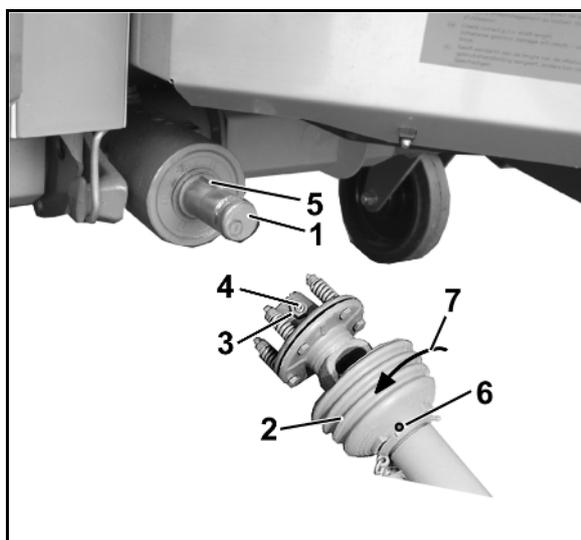

Fig. 38
2. Limpiar el árbol de entrada del engranaje (Fig. 38/1).
5. Girar el embudo de protección (Fig. 38/2) hasta la posición de montaje (Fig. 38/7).
7. Soltar la contratuerca (Fig. 38/3) de la brida de conexión del embrague de disco (hasta que el vástago roscado no sobresalga más allá de la contratuerca), girar hacia fuera el vástago roscado de hexágono interior (Fig. 38/4) y comprobar si es posible introducir fácilmente la brida de conexión en el eje del engranaje.
9. Asegurar el árbol de transmisión para evitar un desplazamiento axial. Para ello, apretar el vástago roscado con una llave de hexágono interior y asegurar con la tuerca (Fig. 38/3) girada en sentido contrario.
2. Soltar la contratuerca (Fig. 38/3) de la brida de conexión del embrague de disco. Desenroscar el vástago roscado (Fig. 38/4).